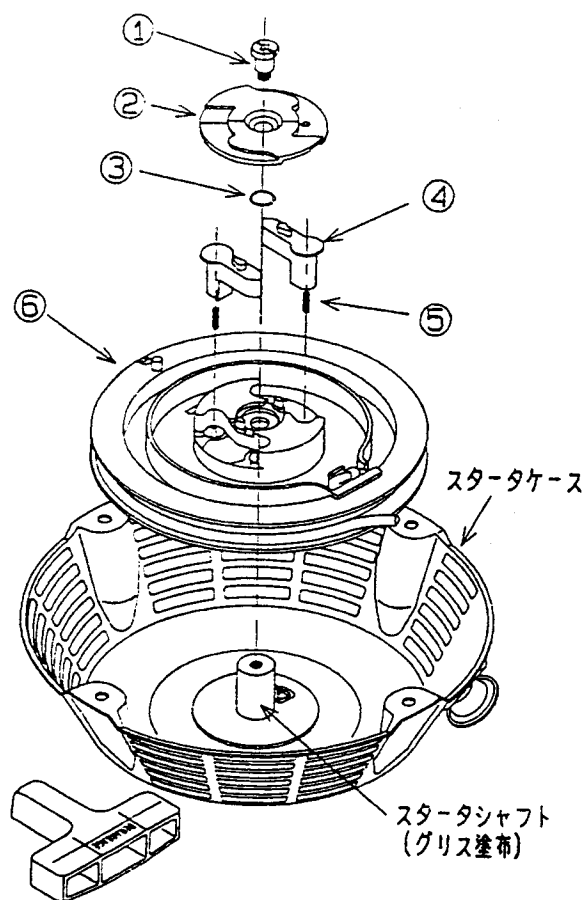

図1 - C
- (1) リコイルスタータをエンジンから、取り外してください。
- (2) スタータノブを引き、スタータロープを30cm位引き出し、図1-Aの様に仮結びします。
- (3) スタータノブ内の結びを解き、スタータノブを外してください。
- (4) 左手でスタータケースとリールをしっかり押さえ、右手でロープの仮結びを解きます。
左手はそのまま、右手で図1-Bのようにリールの頭側部を押さえて、左、右手を交互にゆるめ、少しずつリールを矢印の方向に回転させ、ゼンマイの戻し力が無くなるまで戻してください。（危険ですので、慎重に操作してください。）
(5) 部品の取り外しは図1 - Cの様に行ってください。
最後に部品を図1 - Cで取り外したのと